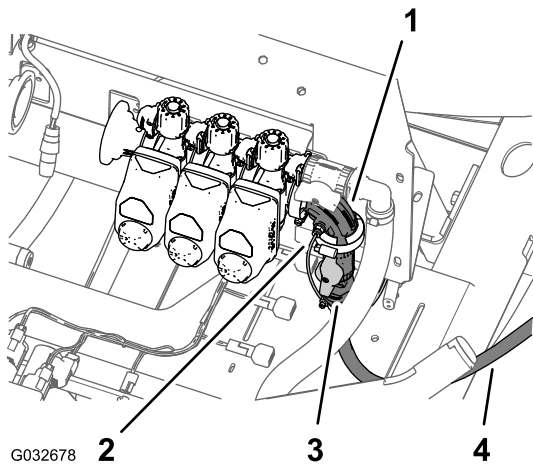
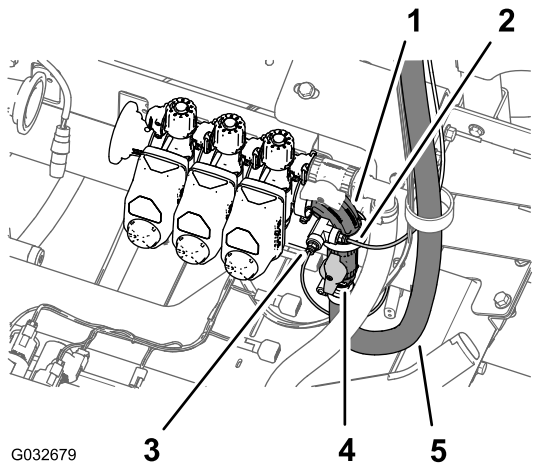

图26
图27
1. 按住右喷洒臂段阀 90 度弯头中的管子连接器锁环图26或图27。
2. 从管子连接器中拉出仪表板仪表压力传感管图26或图27。